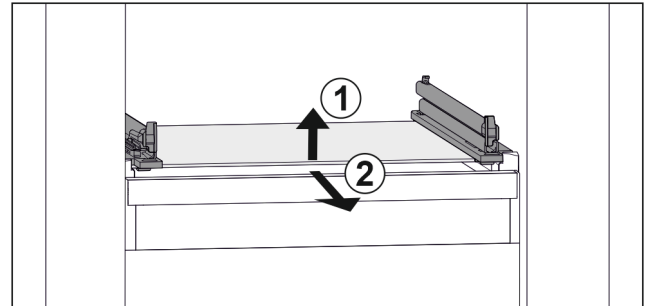

Fig. 84 Lasihyllyn esimerkinomainen kuvaus
- Nosta lasihyllyä edestä. Fig. 84 (1)
- Poista lasihylly vetämällä sitä eteenpäin. Fig. 84 (2)